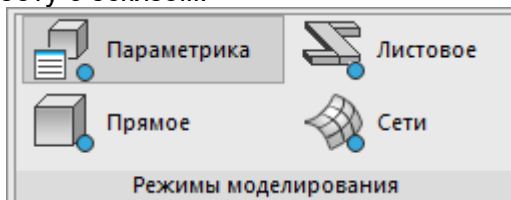

Рис. 1. Режимы 3D-моделирования
1.1. В версии 21.0 модуля Механика переработан ленточный интерфейс и, в частности, вкладка *3D-инструменты*. Теперь она содержит в себе четыре режима моделирования: *Параметрика*, *Прямое*, *Листовое* и *Сети* (рис. 1). Работа в режиме эскиза стала удобнее: когда выбран режим моделирования (*Параметрика* или *Листовое*) и создан эскиз, во вкладке *3D-инструменты*, помимо панели выбранного режима, появляются панели *Зависимости*, *Черчение*, *Редактирование*, *Разбивка/удаление* из вкладок *Зависимости* и *Построение*, что ускоряет и упрощает работу с эскизом.